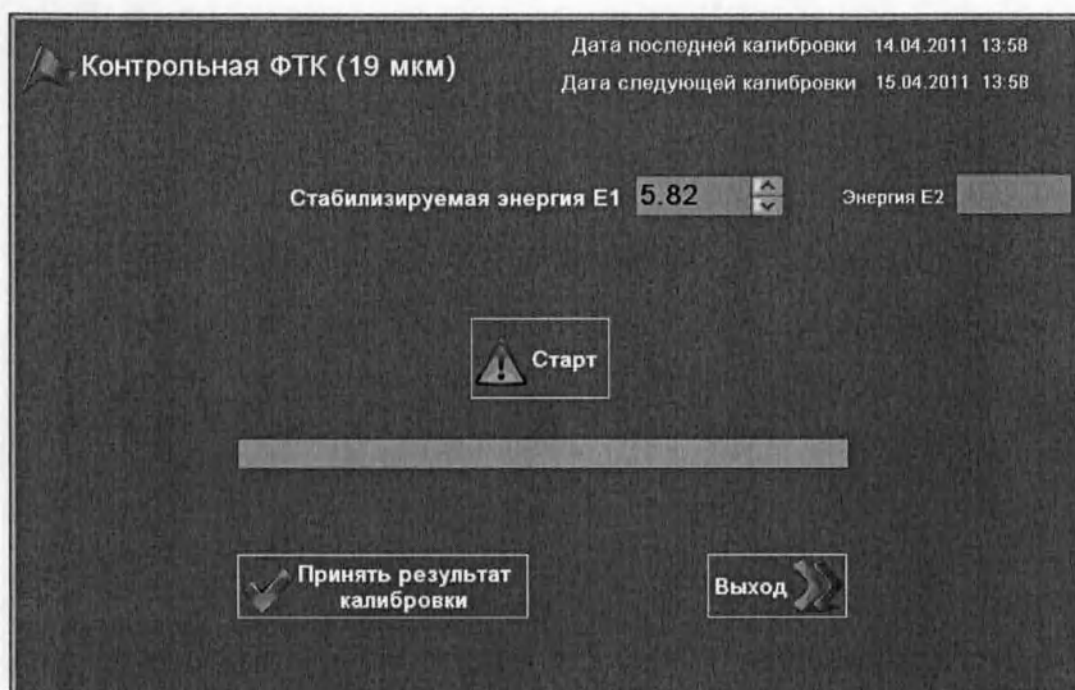

Рис. 8.5. Окно **Контрольная ФТК**.
Кнопка **Принять результат калибровки** завершает предварительную калибровку энергии лазера. Далее следует выполнить калибровку **Контрольная ФТК** для проведения более точного подбора энергии. При этом найденное в процессе калибровки значение энергии **E1** отображается в поле **Стабилизируемая энергия E1** (рис. 8.5).
5. При успешном завершении калибровки нажать кнопку **Принять результат калибровки** и перейти к проведению контрольной ФТК (кнопка **Контрольная ФТК**). При этом найденное в процессе калибровки значение энергии **E1** отображается в поле **Стабилизируемая энергия E1** (рис. 8.5).
Окно **Контрольная ФТК** (рис. 8.5) вызывается нажатием кнопки **Контрольная ФТК** или **Ежедневная калибровка** в окне **Меню калибровок** (рис. 4.15).